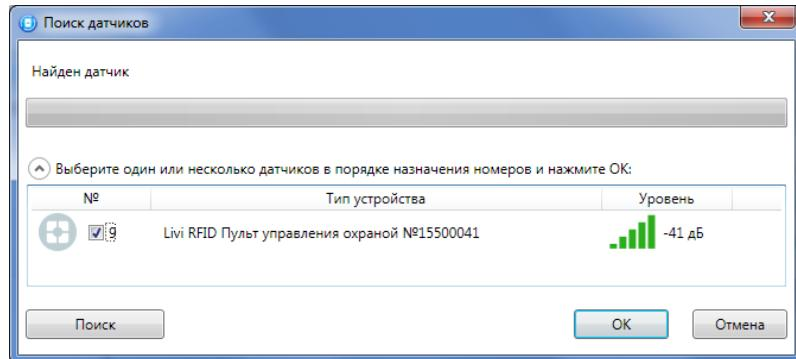

Рис. 9.6. Поиск радиоустройства
4. В следующем окне (Рис. 9.6) будет отображен список устройств, доступных для связывания в радиусе действия радиоканала. Если подключаемого устройства нет в списке, то его следует повторно перевести в режим связывания (любое устройство серии Livi находится в режиме связывания ровно 60 секунд).